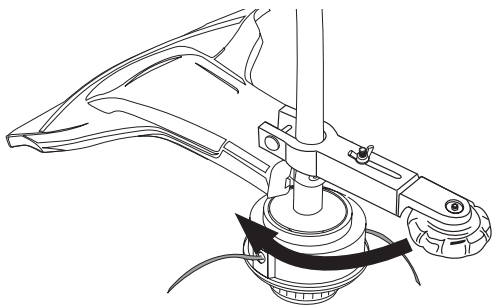

Fig. 13
3. Tournez le guide de la bordure. Pour ce faire, desserrez légèrement son écrou à oreilles et tournez le guide vers la gauche (la tête de coupe devant vous, le moteur *derrière* vous). Tournez le guide d'environ 90° (Fig. 13) ou jusqu'à ce qu'il ressemble à la position montrée dans la Figure 14.
8. Lorsque vous avez terminé d'utiliser le coupe-bordure, retirez-le. Desserrez l'écrou à oreilles et tournez le coupe-bordure de 180° de la position montrée en Figure 13. Le coupe-bordure reposera au dessus du bouclier de l'accessoire de coupe. Resserrez l'écrou à oreilles et opérez la débroussailleuse normalement.